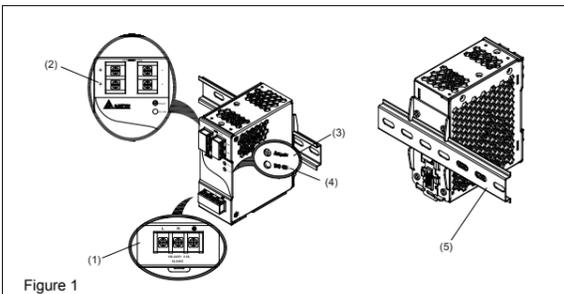
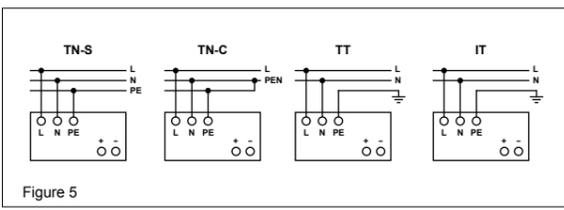

Figure 1
Figure 5
2. Gerätebeschreibung (Abb. 1)
5.1. Anschluss der Eingangsklemmen (Abb. 1, Abb. 5)
5.2. Anschluss der Ausgangsklemmen (Abb. 1 (2))
Verwenden Sie die Schraubklemmen „+“ und „-“, um den 12Vdc-Anschluss herzustellen. Am Ausgang stehen 12Vdc zur Verfügung. Die Ausgangsspannung kann am Potentiometer zwischen 11 und 14Vdc eingestellt werden. Die grüne LED „DC OK“ zeigt die korrekte Funktion des Ausganges an (Abb. 1 (4)). Das Gerät verfügt über einen Kurzschluss-, Überlast- und Überspannungsschutz, der auf 17,6Vdc begrenzt ist.